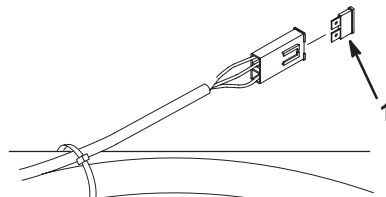

Figure 46
Fusible : Principal F1 – 30 A, à lame (Fig. 46)
1. Soulevez le siège pour accéder au porte-fusibles (Fig. 46).
2. Pour remplacer un fusible, tirez dessus pour l'enlever (Fig. 46).